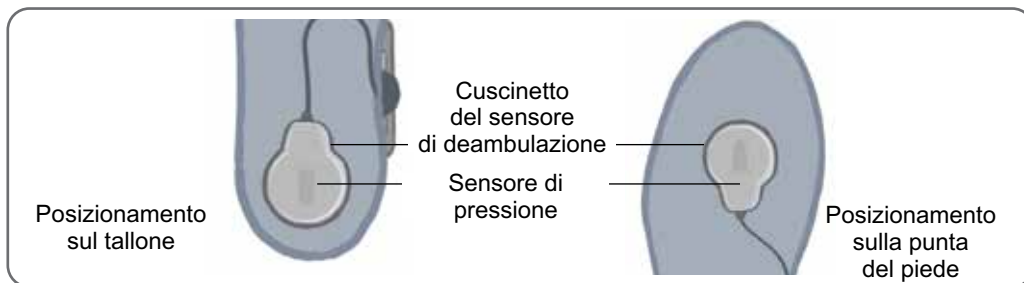

Figura 6-18: Posizionamento del sensore piede nella scarpa
3. In caso di posizionamento sotto il tallone, dirigere il filo del sensore piede verso la punta della scarpa. In caso di posizionamento sotto l'avampiede, dirigere il filo del sensore piede verso il tacco della scarpa. Attaccare il sensore di pressione al cuscinetto del sensore piede (Figura 6-18). Fare riferimento all'immagine del piede sul sensore a pressione per il posizionamento.